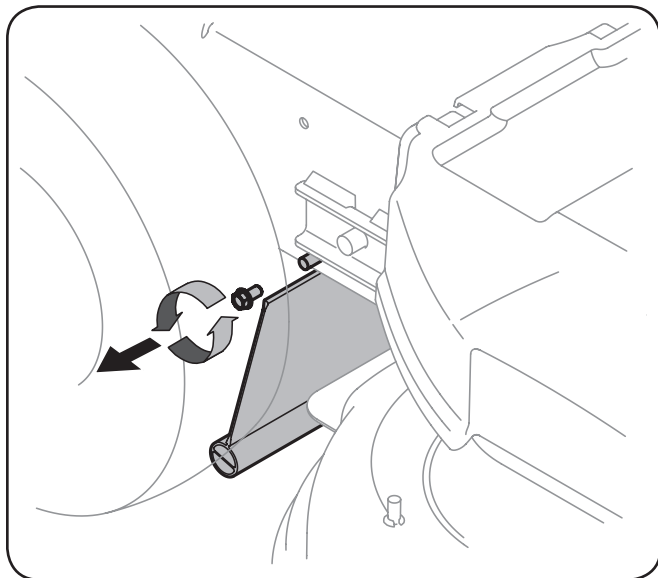

Figure 7-7
- Extraiga el tornillo que fija el escudo al lado derecho de la cortadora. Vea Figure 7-7.